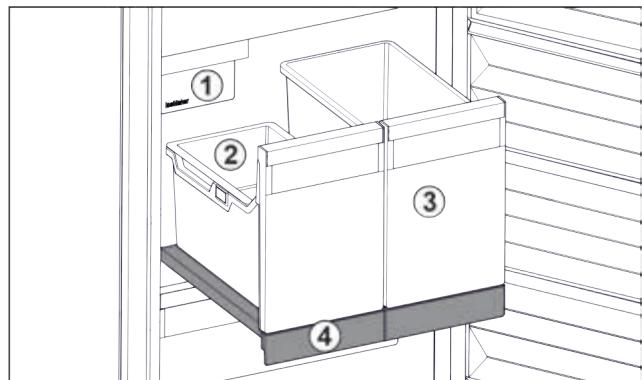

Fig. 83 Витяжна панель IceTower
- (2) Підвісний лоток для кубиків льоду
- (4) Витяжна панель
На витяжній панелі є два високих резервуари(IceTower). В резервуарі Fig. 83 (2) кубики льоду з IceMaker збираються та зберігаються. Резервуар Fig. 83 (3) придатний для зберігання високих харчових продуктів, таких як піца або алкогольні напої.